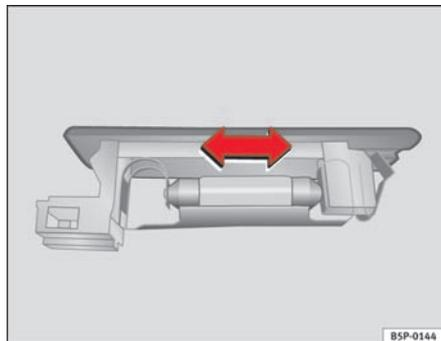

Fig. 169 Luz maletero
- Presione la lámpara lateralmente y extráigala del alojamiento ⇒ fig. 169. ■